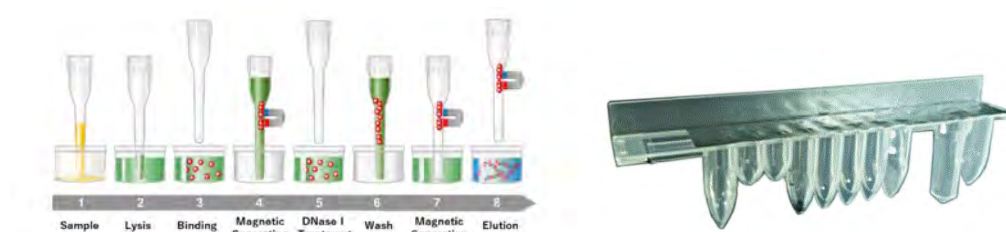

Figura 1.5: Princípio de extração de RNA e cassete de extração ELITE InGenius SP RNA
- O conjunto reagente foi otimizado para o isolamento de ácidos nucleicos de amostras de 0,2 mL. (Figura 1.5: ELITE InGenius – Cassete de extração SP RNA e princípio de extração).